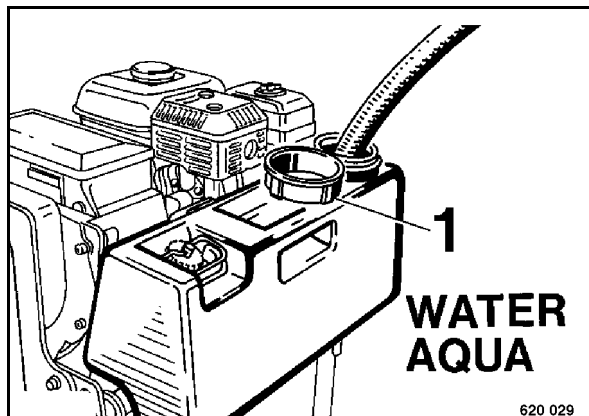

рис. 31
- Открыть крышку 1 (рис. 31) и проверить запас воды.